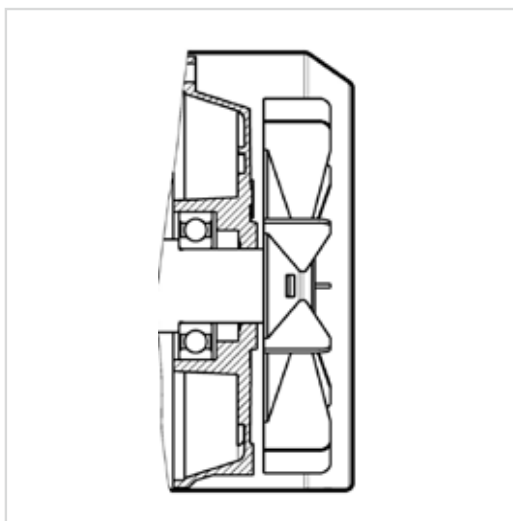

Рис. 1. Двигатели АДЧР56-355 «О»
- с самовентиляцией – модификация «**О**» (рис. 1);